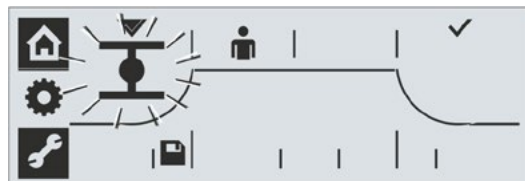

Fig. 11: Kjør aktuatoren til symbolet for lagring vises
15. Kjør aktuatoren til den andre endeosisjonen. Se betjeningstrinn 9. Aktuatoren må kjøres til symbolet for lagring vises, se Fig. 11.